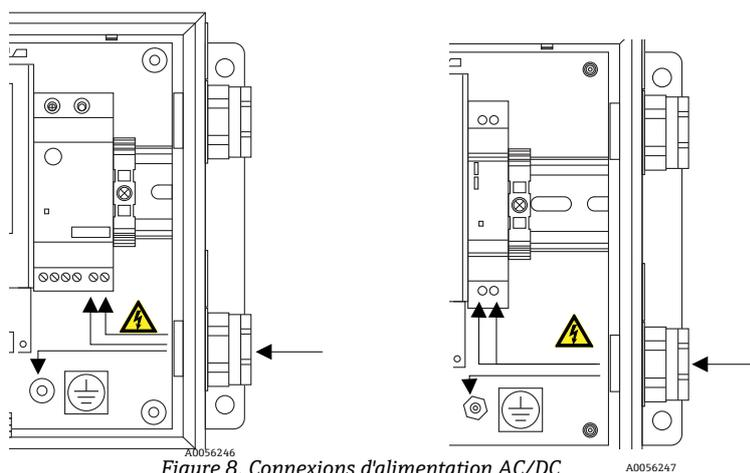

Figure 8. Connexions d'alimentation AC/DC
3. Pour les systèmes AC, tirer les fils de terre, neutre (N) et L1 dans le boîtier électronique. Voir la figure 8. Pour les systèmes DC, tirer les fils VI +, - et de terre dans le boîtier électronique. Voir la figure 8.